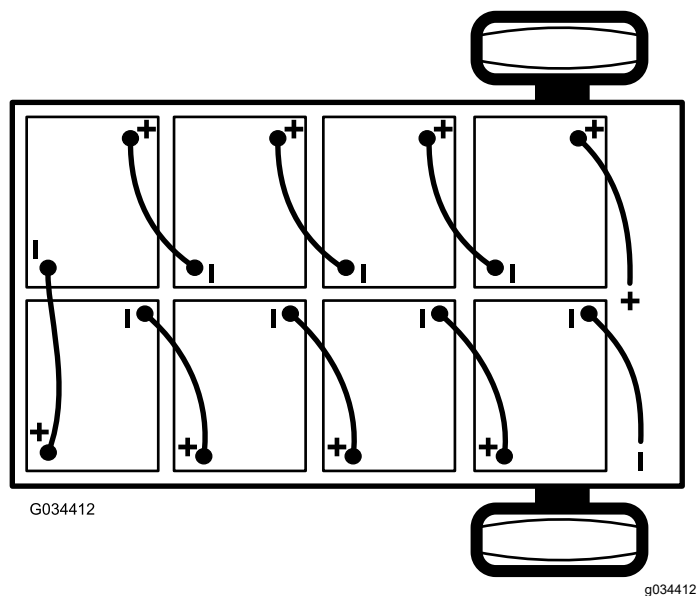

图 42
2. 断开将电池盒连接至机器接地点的主负极电池接线黑色 图 42。
3. 断开将电池盒连接至机器主接触器的主正极电池接线红色 图 42。
注意 安装新电池时要注意电池的极性 图 42。
6. 使用步骤 1 中卸下的电池互连线如 图 42 所示将电池连接到一起。
2. 连接电池盒与机器之间的的主正极电池接线红色 图 42。
3. 连接电池盒与机器之间的的主负极电池接线黑色 图 42。